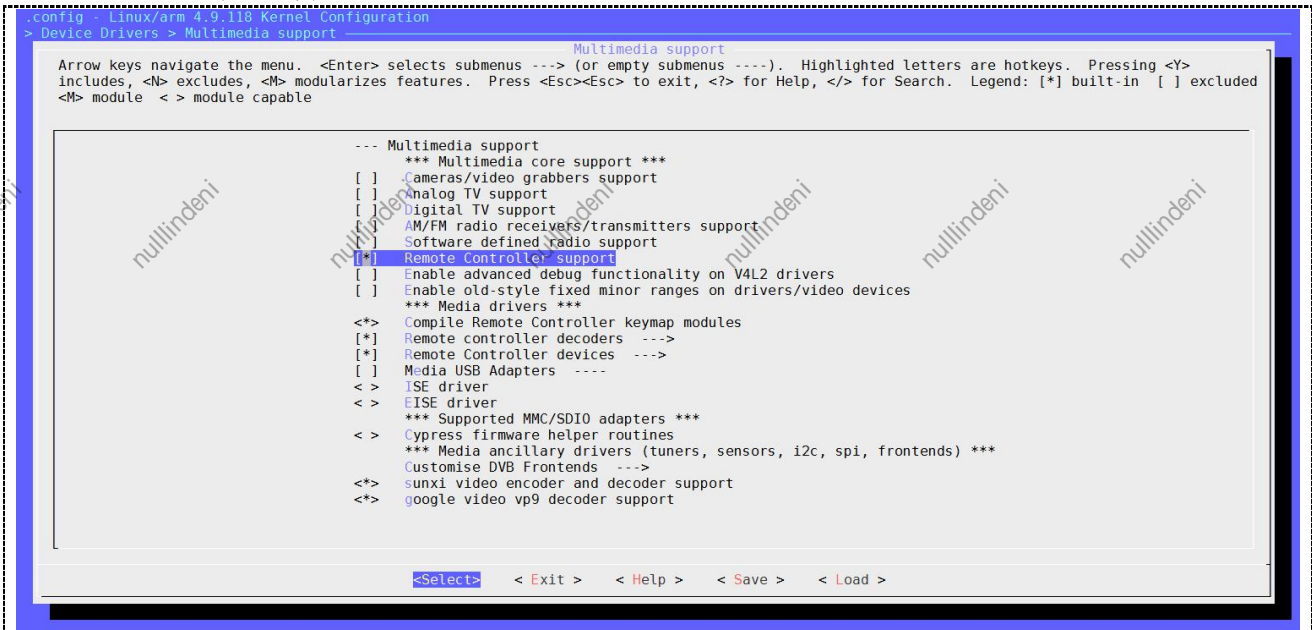

图 4-1 RC 系统主界面
1、执行 make\_menuconfig, 进入 Multimedia support 页面, 选择 Remote Controller support、Compile Remote Controller keymap modules, 如图 4-1;